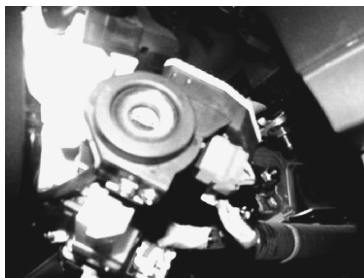

图 11-18 遥控接收器位置
- 5) 检查遥控器接收器及其线路是否存在故障。本田轿车的遥控接收器 (图 11-18) 安装在点火开关附近。